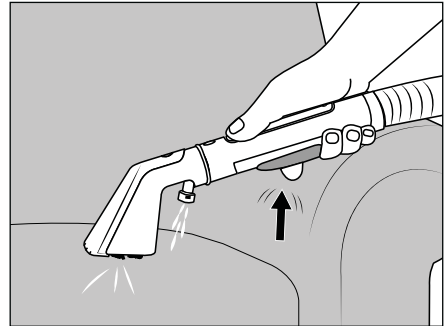

Abb. 6
(1) Achten Sie darauf, dass beim Betrieb des Geräts die Saugöffnungen ❷/❸ der Polsterdüse ❷ bzw. der Fugendüse ❸, nicht blockiert werden. Eine Blockade kann durch herumliegende, lose Gegenstände, Fusseln, Haare o. Ä. verursacht werden. Dies kann dazu führen, dass die Polsterdüse ❷ bzw. die Fugendüse ❸, beschädigt werden und nicht mehr ordnungsgemäß funktionieren. (2) Überprüfen Sie vor der Reinigung von Polstern/Teppichen das Herstelleretikett auf besondere Pflegeanweisungen. Das Gerät ist nicht geeignet für empfindliche Textilstoffe (z. B. Seide, Leder, Flokati etc.). (3) Testen Sie bei der Verwendung von Reinigungsmitteln (Essigreiner und Polsterreinigungsmittel) die Farbestabilität. Beginnen Sie die Reinigung mit dem Gerät immer zuerst an einer unauffälligen Stelle. (4) Das Gerät muss vor dem Betrieb ordnungsgemäß montiert sein und der Frischwasserbehälter ❷  muss befüllt sein. (5) Schalten Sie das Gerät aus, bevor Sie die Polsterdüse ❷ und die Fugendüse ❸ miteinander wechseln. (6) Ist der Schmutzwasserbehälter ❹  voll, schließt der Schwimmer ❺ die Saugöffnung und das Gerät läuft mit erhöhter Drehzahl. Schalten Sie das Gerät sofort aus (siehe Kapitel 7.1. **Schmutzwasserbehälter reinigen**).
- ◆ Klappen Sie die Tragegriffe ❶ nach oben und tragen Sie das Gerät zu dem Ort, wo Sie es benötigen.
- ◆ Nehmen Sie den Sprüh-/Saugschlauch ❶ aus den Schlauchhalterungen ❶/❷.
- ◆ Halten Sie die Polsterdüse ❷ 2-3 cm über den zu reinigenden Bereich. Betätigen Sie die Sprühtaste ❸, um Wasser/Reinigungslösung aus der Sprühdüse ❸ aufzutragen (siehe Abb. 6).